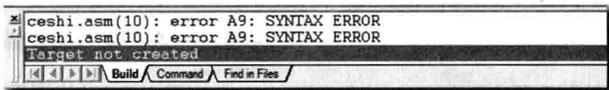

图 1.12 错误提示信息
(5) 编译和调试。当编写完程序且检查无误后, 可以用  按钮编译程序, 如果 Build 信息栏提示有 error, 如图 1.12 所示, 说明程序存在错误, 可以双击该 error 提示行, 定位到程序中进行修改。